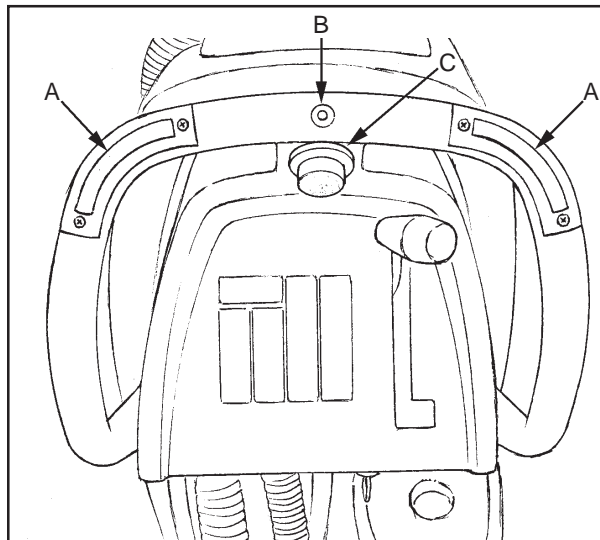

Figura 28
5. Pulse el botón izquierdo o el botón derecho (sólo en los modelos "L"), véase figura 28, para avanzar la máquina.
8. Para retroceder, pulse el botón blanco (figura 28) mientras pulsa uno de los botones "A" (figura 28) (sólo en los modelos "L").